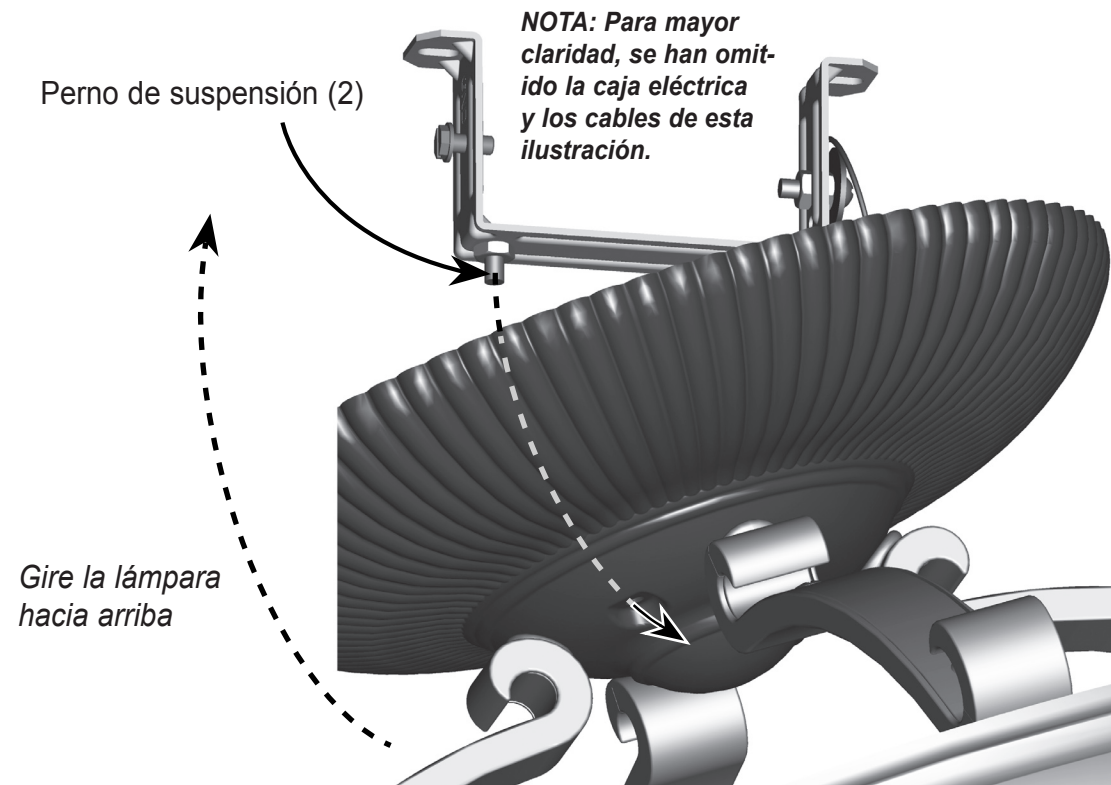

Figura 8 - Ubicación de la lámpara
5) Gire la lámpara hacia arriba de modo que los dos pernos de suspensión salgan de sus agujeros respectivos. Vea la Figura 8.